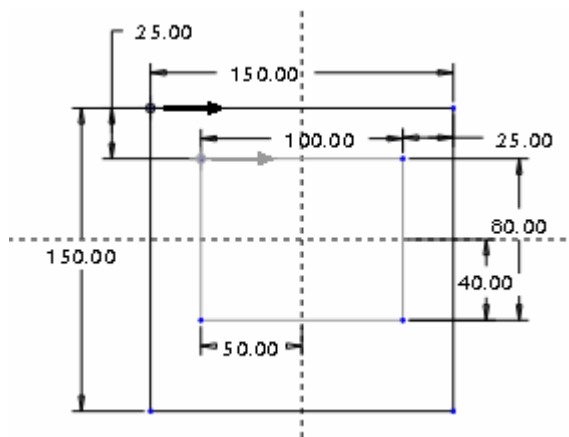

图 5-5
- (2) 绘制如图 5-5 所示的第 2 个截面。截面的起始点应与图中所示一致，否则，应选中该点，然后单击右键菜单中的【起始点】选项，确定该点为起始点。